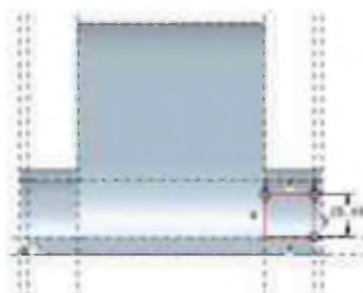

图 2-22
4) 绘制图 2-22 所示的草绘截面，单击“草绘器”工具栏中的按钮退出草绘模式。